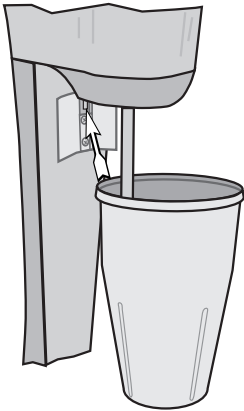

Fig. 3
- 3 Introducir el contenedor en el correspondiente soporte para activar el microinterruptor que determina el accionamiento del motor (Fig. 3).